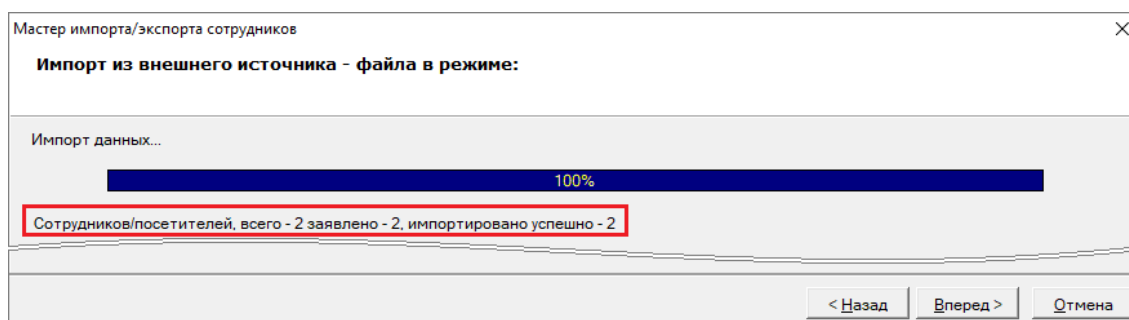

Рисунок 14-52 Информация об итогах операции импорта
- 4) В шаге «Импорт данных выбранных объектов» (см. п. 14.4.4) дождаться завершения операции импорта и убедиться в успешном импорте выделенного количества сотрудников в строке информации об итогах операции импорта (см. Рисунок 14-52);